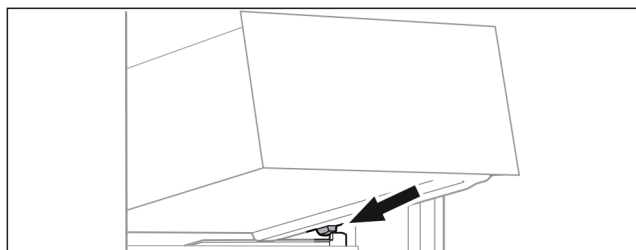

Fig. 69
- ▶ Sätt utdragslåda i vinkel på behållarens galler bakom de bakre stoppklackarna. (se Fig. 69)